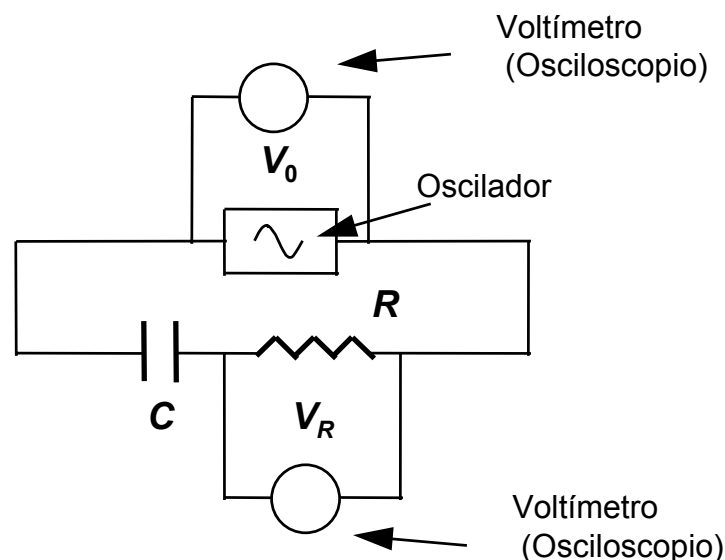

Figura 1. Circuito oscilante con el condensador C y la resistencia R . El osciloscopio se usa como voltímetro
siendo i la unidad imaginaria y $\omega = 2\pi\nu$ la frecuencia angular de la corriente alterna. Por tanto, en un circuito como el de la figura 1 en el que hay un condensador C y una resistencia R , la impedancia total será el número complejo
Primero se realiza el montaje del circuito de la figura 1, colocando la resistencia $R = 220 \Omega$ sobre la base (si existen dudas sobre el valor de R hay que medirla con un polímetro). **PRECAUCION:** Las tierras de las *dos entradas* del osciloscopio y de la salida del oscilador debe ser la misma; si no es así se pueden producir cortocircuitos que dañen el oscilador. Inicialmente, conviene poner una frecuencia de $\nu = 10^5$ Hz en el oscilador y la máxima amplitud de voltaje que es capaz de suministrar. A continuación, usando el osciloscopio, se mide este voltaje (entre los bornes del oscilador). Este es el V_0 que aparece en las expresiones (4) y (6). La razón de usar un osciloscopio es que los voltímetros convencionales no responden adecuadamente a las frecuencias altas que se manejan en esta práctica. Si el oscilador no tiene un medidor de frecuencia incorporado, el osciloscopio también debe usarse para medir la frecuencia ν porque la indicación que se obtiene de los conmutadores del oscilador es poco precisa.